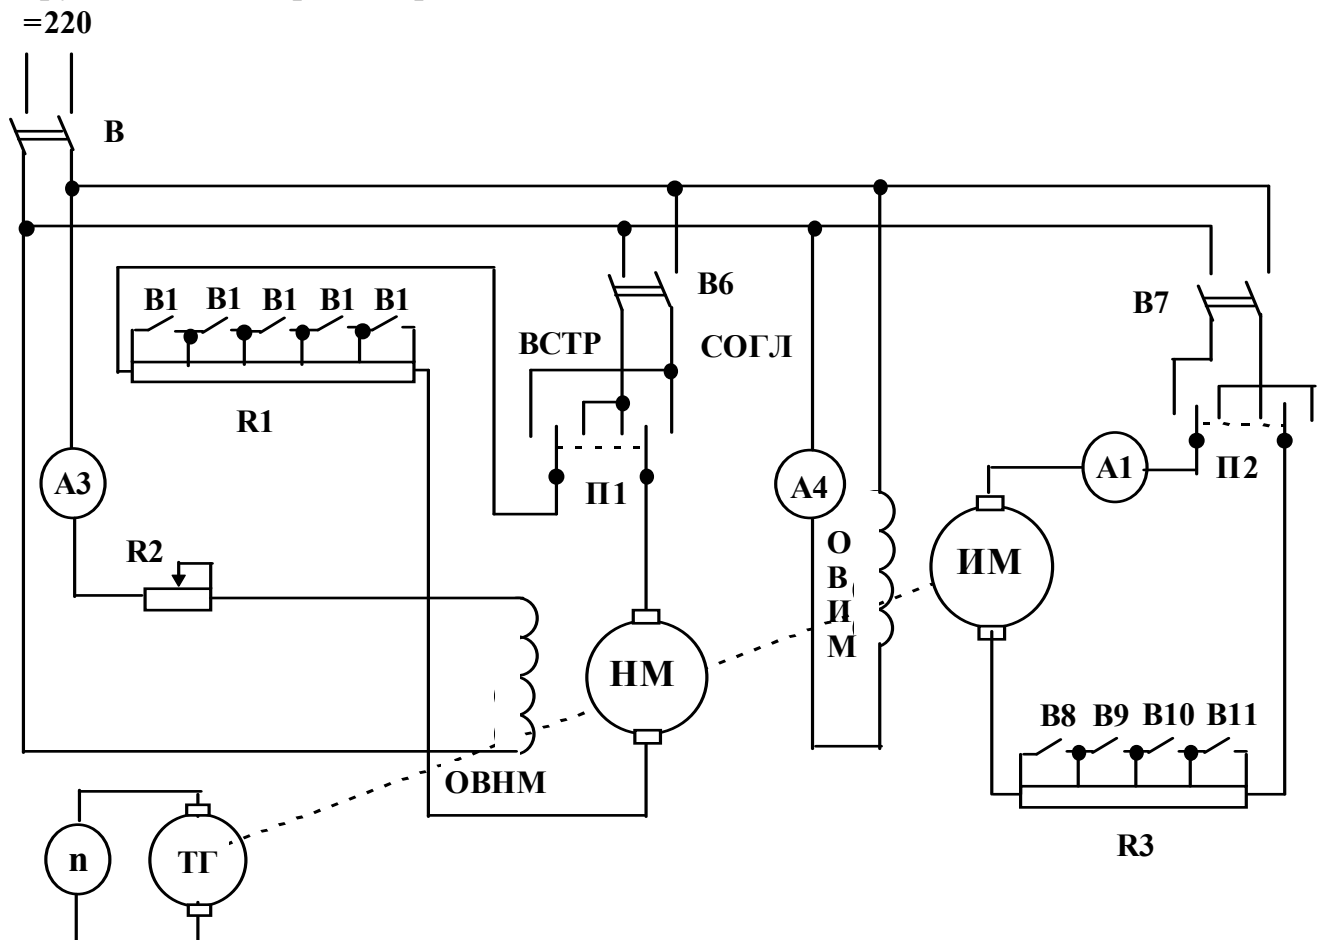

Рис. 1.1. Електрична схема лабораторної установки
Електричну схему лабораторної установки наведено на рис. 1.1.
- Електрична схема лабораторної установки (рис.1.1).